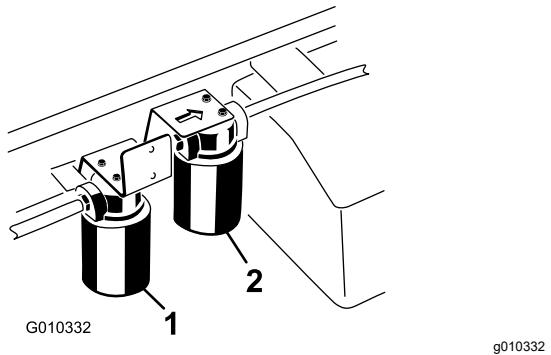

Figura 72
- Coloque um recipiente de escoamento debaixo do filtro e retire o filtro (Figura 72).
1. Limpe a zona em torno da montagem do filtro de alto fluxo (Figura 72).